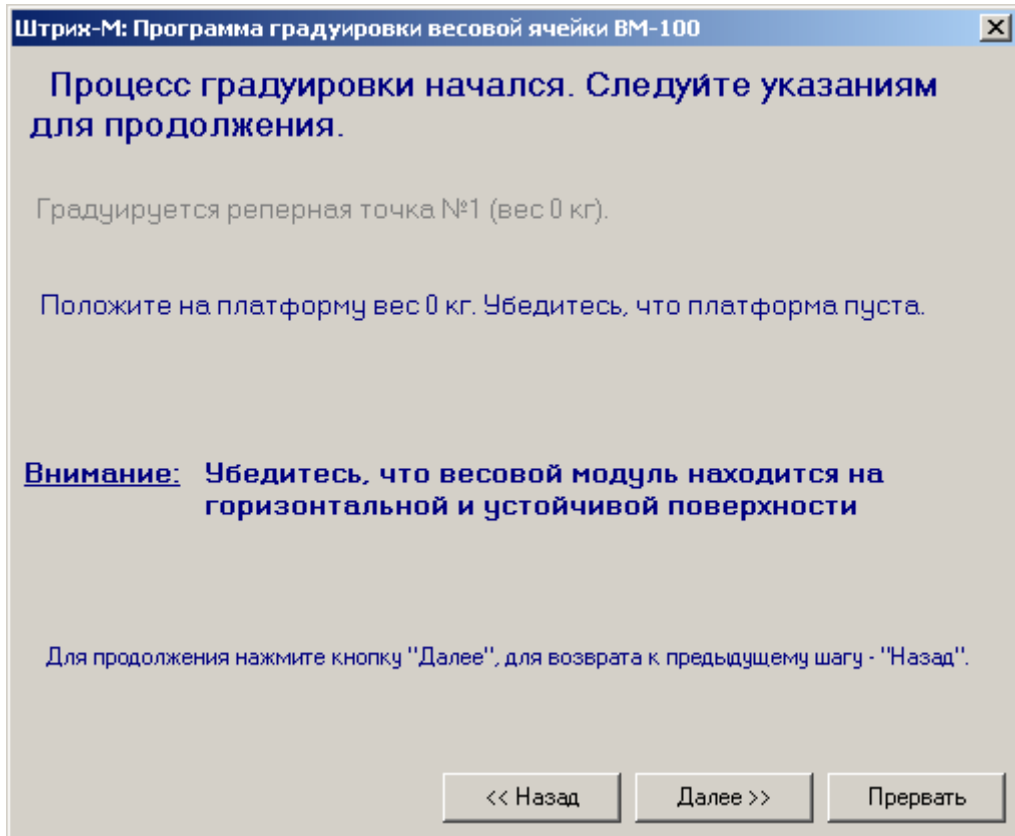

Рисунок 19
8. После этого программа перейдет к процедуре градуировки. При градуировке весового модуля для весов Штрих РС-200С2 происходит последовательный обсчет двух реперных точек. Процесс градуировки начинается с подготовки обработки первой реперной точки. Первая реперная точка соответствует весу 0 кг и при ее градуировке платформа должна быть пуста (см. Рисунок 19).